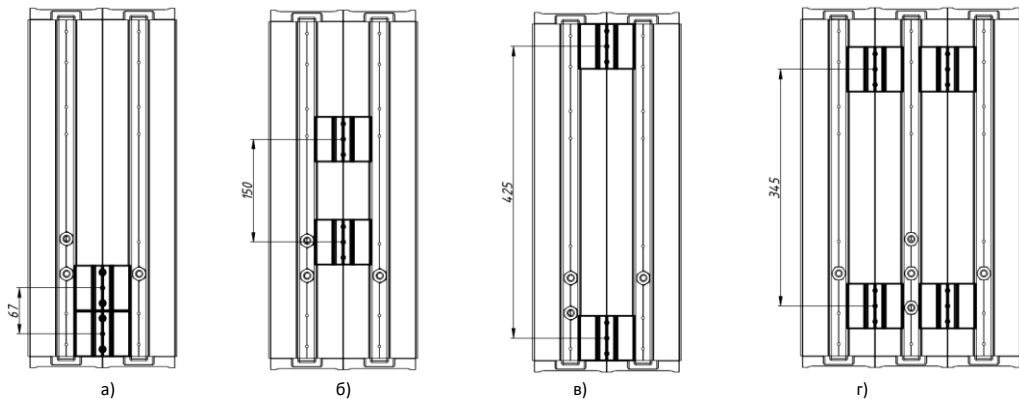

Рисунок 14 – Расположение планок (на примере Element 0,5x2 и 0,5x3) для установки креплений:
5.11.1 Для установки крепления на светильники Element 0,5x2; 0,5x3; 1x2; 1x3 на корпусе предусмотрены Планки соединительные. Перед установкой крепления отрегулируйте положение планок на корпусе в соответствии с ответными отверстиями на устанавливаемом креплении (Рисунок 14).